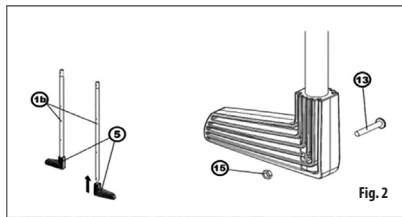

Fig. 2
Introduisez les pieds (5) à l'extrémité correspondante (en fonction des trous percés) des tubes arrière (1b). Bloquez à l'aide des vis (13) et écrous correspondants (15). (Fig. 2)
I piedini a L in plastica (5) devono essere applicati su entrambe le parti inferiori dei montanti tubulari posteriori (1b), a seconda dei rispettivi fori. Fissare i piedini utilizzando le viti (13) e i dadi (15) (Fig. 2).